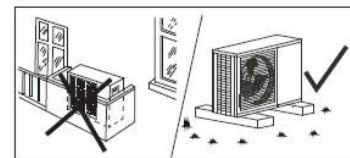

Fig.1
10. Toda obstrucción de la salida de aire de la unidad y el ingreso u un obstáculo demasiado cercano (ver distancias mínimas necesarias). La instalación en piso con césped o superficies blandas (en estos casos se debe incluir una base sólida). (fig.1)